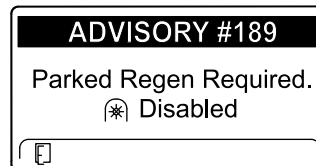

Figura 45
- Se não efetuar uma regeneração em estacionamento dentro de 2 horas, o InfoCenter indica que é necessária uma regeneração em estacionamento – tomada de força desativada AVISO N.º 189 (Figura 45).